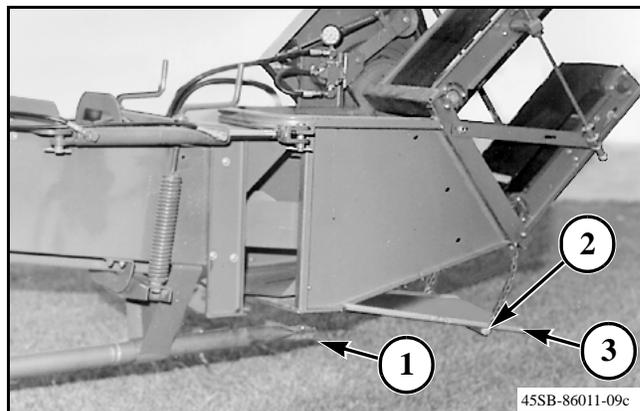

FIG. 22
FIG. 22: Para descargar los fardos en el suelo cuando el expulsor está instalado en la enfardadora, acorte la extensión del tubo del enganche del vagón (1). Quite la varilla de soporte de la rampa (2) y baje la rampa (3). Instale la varilla a través del tubo y el eslabón inferior en la cadena de la rampa. La posición del expulsor de fardos debe ser inmediatamente detrás de la enfardadora. Coloque un pasador de bloqueo o un perno a través del orificio en el lado izquierdo. Coloque el interruptor de la caja de control en la posición de apagado.